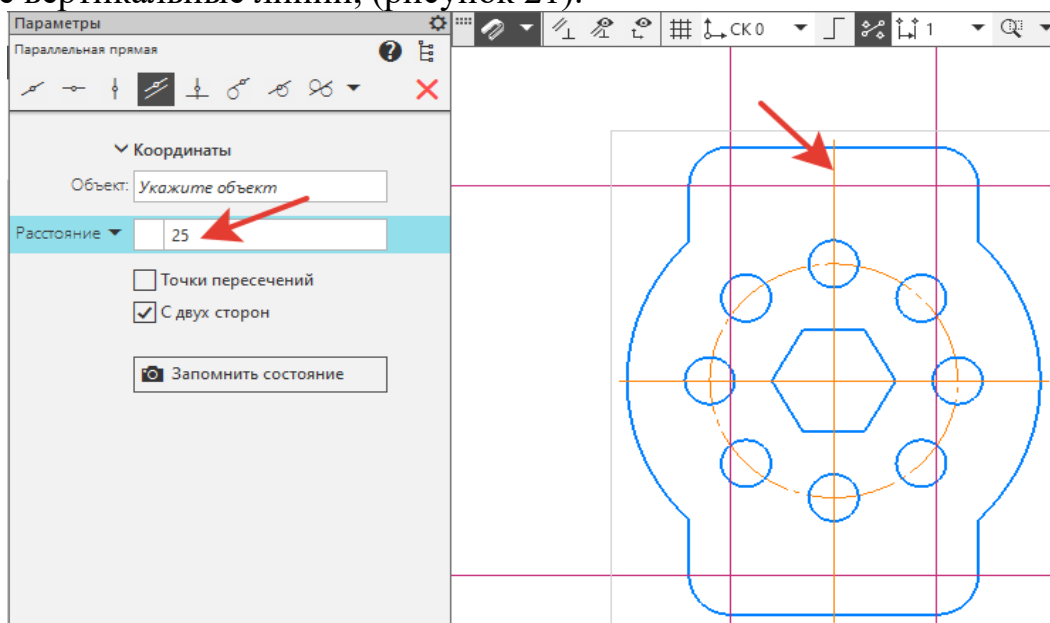

Рисунок 21.
13. Не выходя из параметров **Параллельная прямая**, задать **Расстояние** – **25**. В качестве объекта укажите теперь вертикальную осевую линию. Получили две вертикальные линии, (рисунок 21).